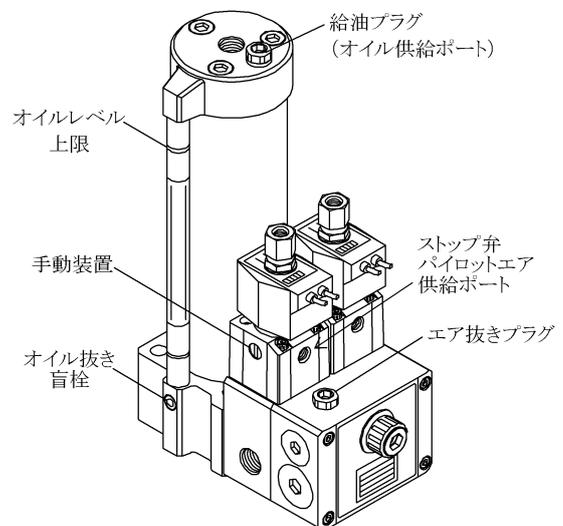

図 3
- ① シリンダのピストンを必ず給油する側のストローク端に移動させます。
- ② スロットル弁のエア抜きプラグを緩めます。(図3)
- ③ ストップ弁付の場合、ストップ弁のパイロットエア供給口に圧力**0.3MPa**を供給し手動装置でストップ弁を開の状態に保ちます。(表1)
- ④ コンバータの給油プラグを開け給油します。
- ⑤ スロットル弁のエア抜きプラグから油と一緒に空気が出なくなったらエア抜きプラグを閉めます。
- ⑥ コンバータのオイルレベル上限まで給油します。
- ⑦ さらにシリンダの反対側に給油する場合は、①～⑥まで同じ手順で給油します。
コンバータの油を抜く場合は、図3に示すオイル抜き盲栓から抜いてください。